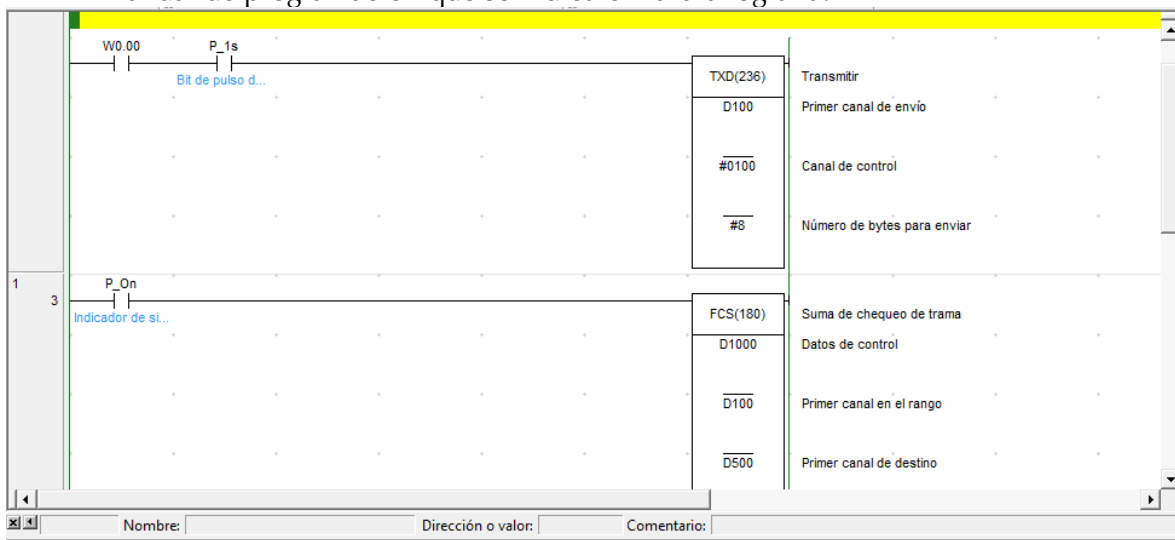

Figura 13. Programa de transmisión y cálculo del checksum.
12. Es necesario usar el comando para cálculo del checksum de la trama, para ello escriba en el PLC **Transmisor** el programa que se muestra en la Figura 13 y descárguelo junto con la configuración en el PLC. Puede ver las sintaxis de todas las instrucciones utilizadas en el manual de programación que se indica en la bibliografía.